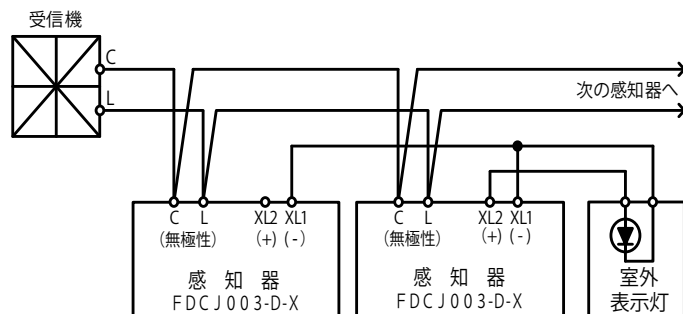

図1 結線図〔室外表示灯を使用する場合〕
- (1) 感知器ベースは露出型を使用してください。
- (2) 本感知器は、感知器の作動に伴い、受信機に信号を送るとともに、室外表示灯を接続することで、室外で感知器の作動を確認することができます。
- (3) 本感知器と受信機間の外線接続および他の室外表示灯との外線接続は図1を参照してください。感知器のXL1(－)、XL2(＋)端子は有極性のため、複数の室外表示灯回路付感知器を接続する場合は極性を合わせてください。
- (4) 室外表示灯はFLL061型シリーズを使用してください。
- (5) 本感知器はアドレス表示機能を有しているので、アドレス設定器(「3. 仕様」を参照)を用いてアドレスを設定してください。1～60までのアドレスを設定できます。